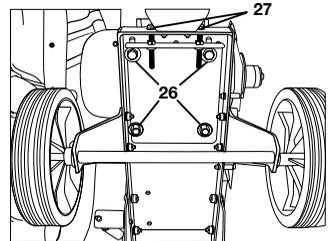

Bild 24
Zum Abnehmen oder zum Spannen des Keilriemens müssen zuerst die vier Befestigungsschrauben (26) (SW 13 bzw. SW 17) vom Motorfuß gelöst (nicht herausgedreht) werden (siehe „Bild 24 und 25“).
Wollen Sie den Keilriemen spannen, müssen Sie nun die Spanschrauben (27) (SW 17), die auf der Motorgrundplatte angebracht sind, gegen den Motorfuß drehen (siehe „Bild 24 und 25“). Dazu muss die Kontermutter (SW 17) gelöst werden.